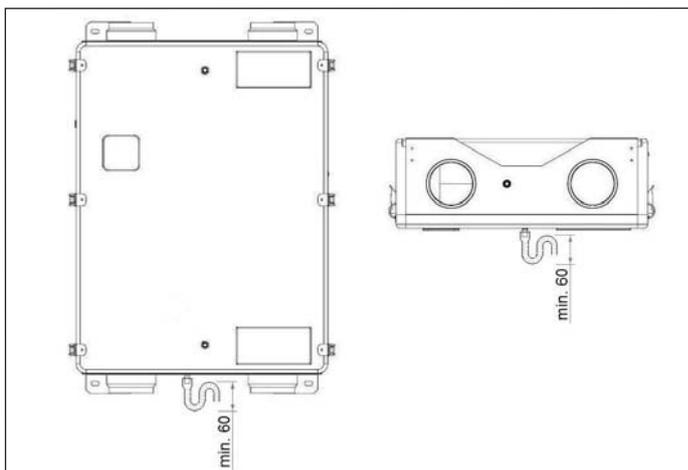

fig. 5
- Ciascun sifone deve essere eseguito secondo le indicazioni della precedente fig. 5. Il sifone non deve essere posizionato necessariamente sotto la macchina, ma può essere spostato lateralmente e posizionato ad una quota comunque inferiore al raccordo di scarico dell'unità.
- *Each syphon shall be sized according to instructions on previous fig.5. It must not necessarily be positioned under the machine, but can be moved laterally and always positioned lower than the fitting unit drain.*